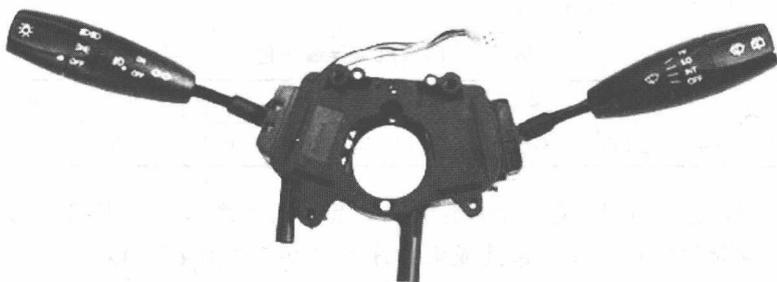

图 1-5 车灯组合开关和刮水器组合开关
② 组合开关 车灯组合开关和刮水器组合开关如图 1-5 所示，车灯组合开关具有控制